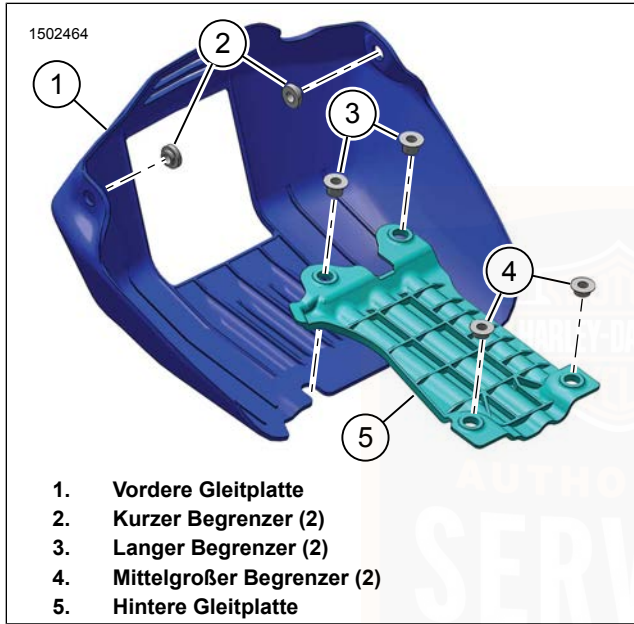

Abbildung 75. Zweiteilige Gleitplatte – Vordere und hintere Begrenzer
1. Siehe Abbildung 75. Sicherstellen, dass sowohl die langen als auch die mittelgroßen Begrenzer (3 und 4) ordnungsgemäß positioniert sind.
1. Siehe Abbildung 75. Sicherstellen, dass die kurzen Begrenzer (2) ordnungsgemäß positioniert sind.